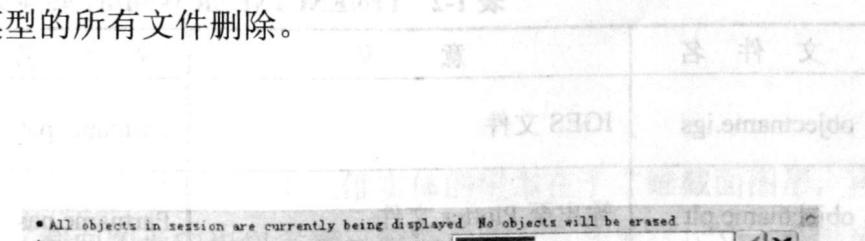

图 1-25 “删除”选取项
a. 如果选择【Old Versions（旧版本）】项，将在信息区中显示图 1-25 所示的提示框。从中输入文件名后回车，将删除该模型的所有旧版本。